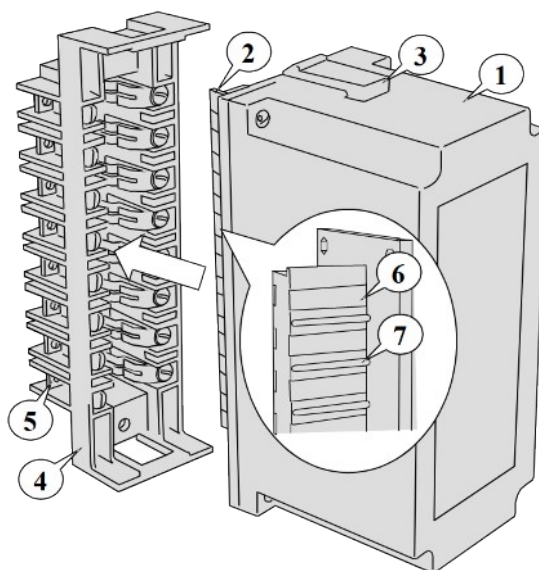

Рисунок 20
7.3.1 Преобразователи имеют унифицированные пластмассовые корпуса штепсельного типа. (рисунок 20).